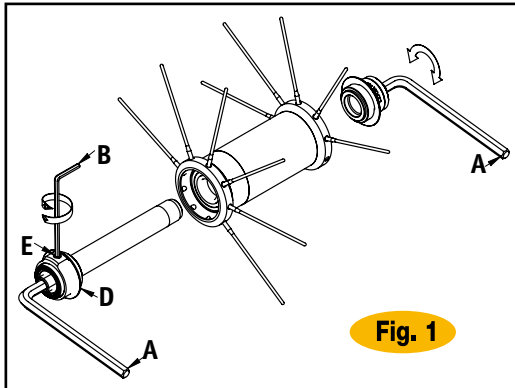

Fig. 1
- Dévisser la vis pointeau (E) avec une clé 6 pans (B) (Fig.1).
- Resserrer la vis pointeau (E).
- Enfilez deux clés 6 pans (A) à l'intérieur des contre-écrous aux extrémités des moyeux (Fig.1), en tournez les dans le sens contraire des aiguilles d'une montre.